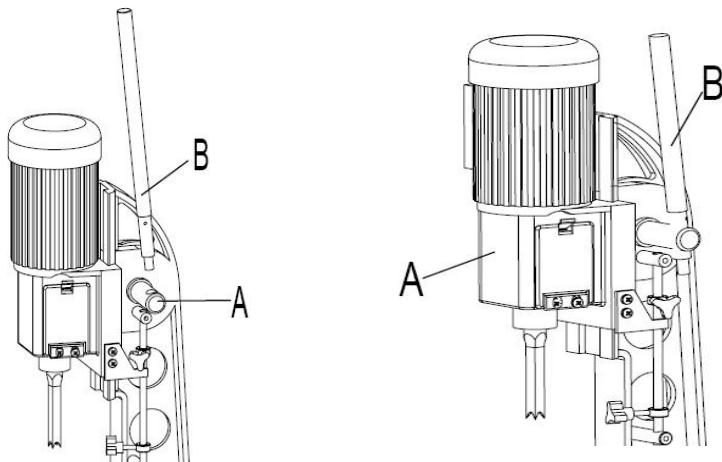

Figura 2 Figura 3
5. Ensamble el cubo del conjunto del mango (A) , Ver figura 2